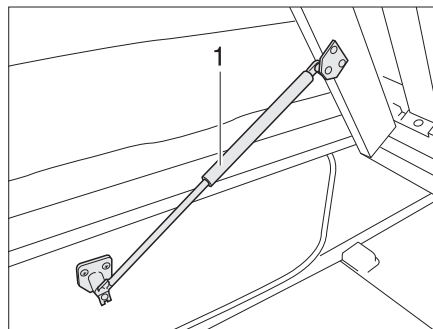

Bild 134 Festes Bett
- Lattenrost anheben. Die Gasdruck-Federn (Bild 134,1) halten den Lattenrost in geöffneter Stellung.